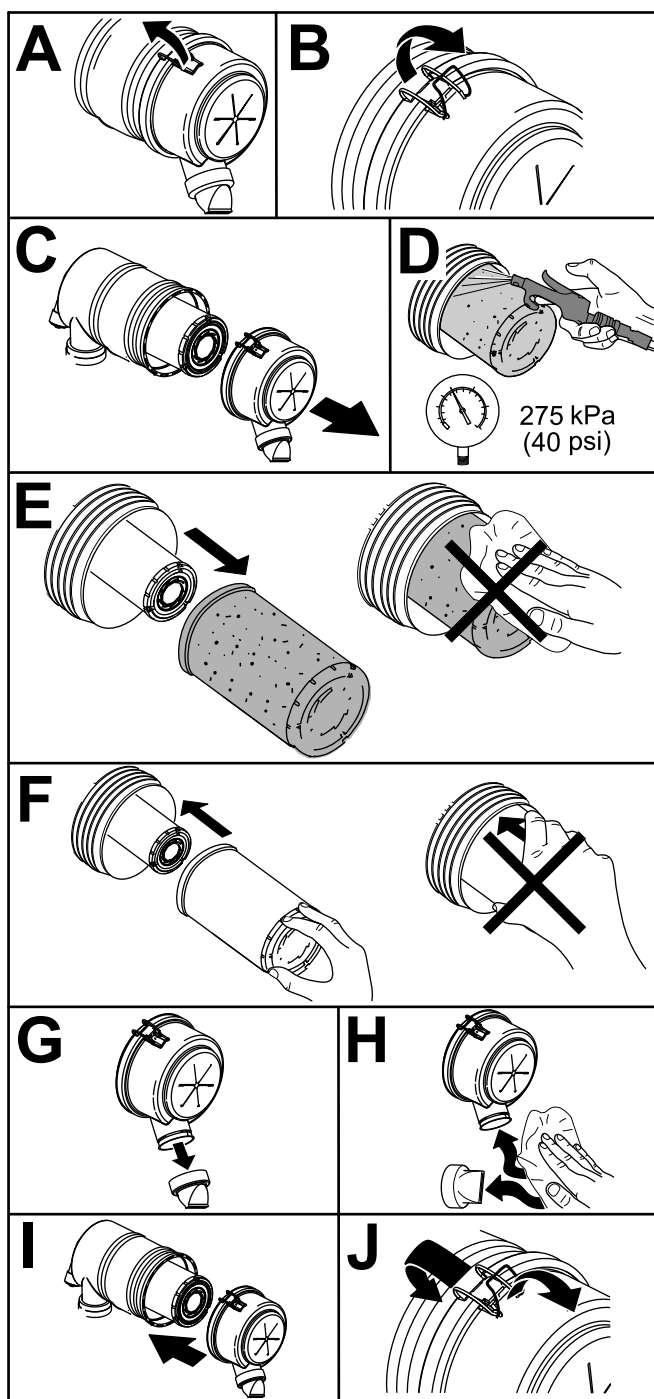

Figura 56
1. Înlocuiește elementul filtrului de aer (Figura 56).